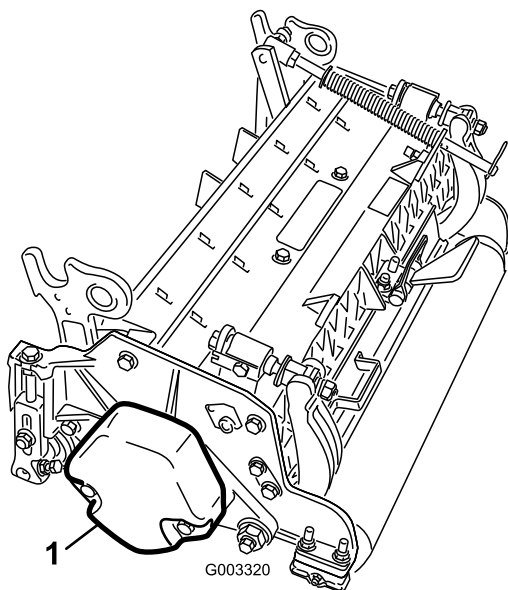

Рисунок 3
4. Убедитесь, что противовес (Рисунок 3) установлен в надлежащих концах каждого режущего блока, как описано в *Руководстве оператора* для режущих блоков.